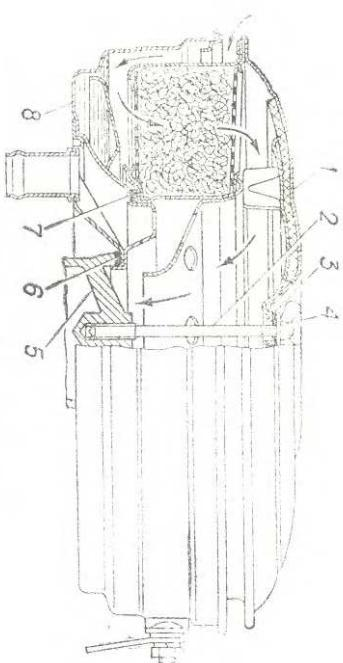

Рис. 18. Воздушный фильтр:
**Воздушный фильтр** (рис. 18) служит для очистки воздуха, поступающего в карбюратор. Он работает нормально до тех пор, пока капроновые нити набивки фильтрующего элемента покрыты пленкой масла. При сухом фильтрующем элементе пыль при работе проходит в цилиндры двигателя и значительно увеличивает его износ.